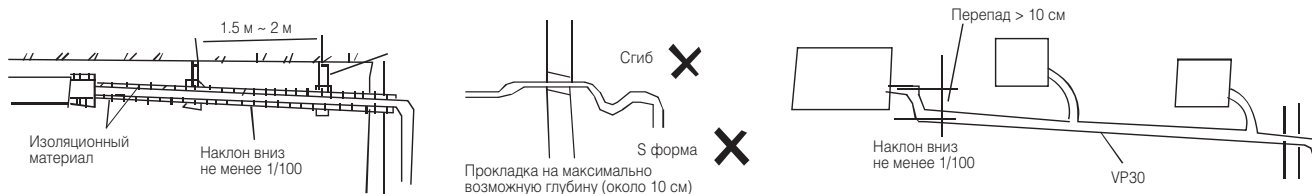

Рис. 8-1
- При прокладке дренажной линии руководствуйтесь схемой на Рис. 8-1.